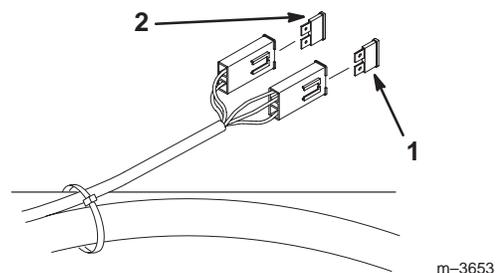

Figure 57
1. Soulevez le siège pour accéder au porte-fusibles (Fig. 57).
2. Pour remplacer un fusible, tirez dessus pour l'enlever (Fig. 57).